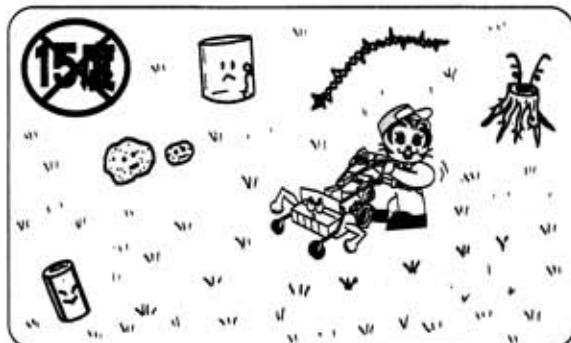

図26
1) 草刈作業（図26）
- ① 圃場内の空き缶、石、ビニール、針金、切株等はすべて取除いてください。
- ② 圃場および条件の悪い所（地面でのこぼこ、ぬかるみ、大きなくぼみ、枝下の低い所）の確認をし、危険と思われる場所には目印を置き、誤って接近しないようにしてください。
- ③ 傾斜地においては最大15度までとし、それ以上は危険です。無理な作業はおこなわないでください。
- ① うねの大きさに合わせて車輪位置、デバイダーの位置、刈取高さをそれぞれ合わせてください。
- ② 刈取高さの調節はマルチフィルを切らない高さとしてください。
- ③ デバイダーは、つるを持ち上げるために取付けられています。先端は土の中へ少し入る程度（1～3cm）にしてください。あまり土の中へ入れますと、作業に支障を来すようになりますので注意してください。
- ④ ハンマーローター先端部にデバイダーが出ていますので充分注意して作業をおこなってください。